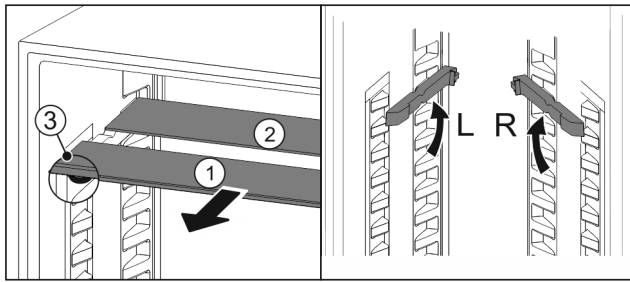

Fig. 29
- ▶ estrarre i ripiani di vetro singolarmente tirando in avanti Fig. 29 (1).
- ▷ Il piano in vetro Fig. 29 (1) con il motivo ornamentale è nella parte anteriore.
- ▷ I fermi Fig. 29 (3) sono rivolti verso il basso.